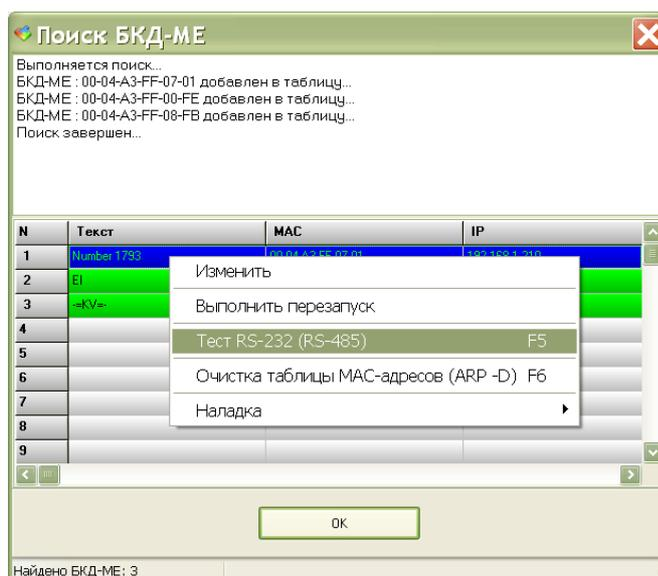

Рисунок 31
4) Выделить проверяемый БКД-МЕ в списке найденных блоков, в контекстном меню выбрать команду «Тест RS-232(RS-485)» (рисунок 31).
- 3) Выделить проверяемый БКД-МЕ в списке найденных блоков, в контекстном меню выбрать команду «Тест RS-232(RS-485)» (рисунок 31).